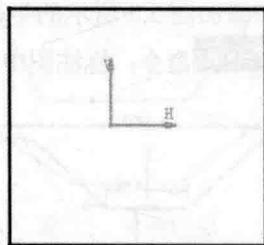

图 4.2 草图轮廓
Step2. 选取 xy 平面作为草绘平面,绘制图 4.2 所示的轮廓。